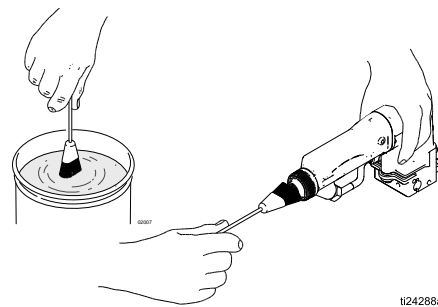

ABB. 13. Pistolenspitze reinigen
1. Sicherstellen, dass die Turbinenluft (TA) abgeschaltet ist.
3. Haltering (24), Luftkappe/Düsenschutz (25), Spritzdüse (3) und Pistolenabdeckblech (26) entfernen. Siehe Seite 31.
4. Das Ende einer weichen Borstenbürste in verträgliches Lösungsmittel dippen und die Vorderseite der Pistole mit der Bürste reinigen. Darauf achten, dass kein Lösungsmittel in die Luftpassagen gelangt. Die Pistole während des Reinigens möglichst nach unten richten. Siehe ABB. 13